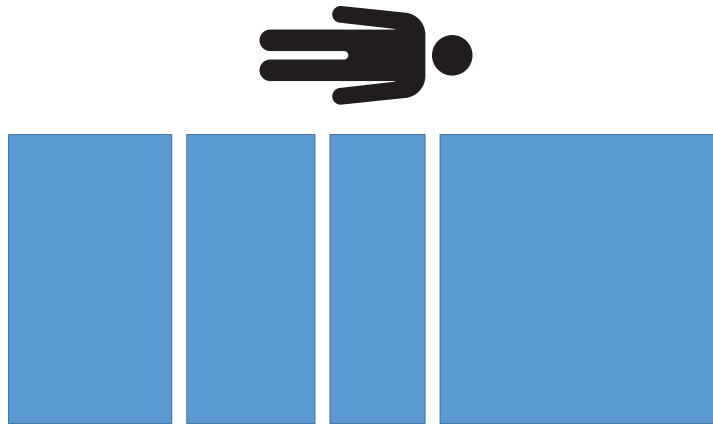

図 33 – 風袋 (ゼロ) 試験 - 分銅なし
13. 製品から較正済み分銅をすべて取り除きます (図 33)。